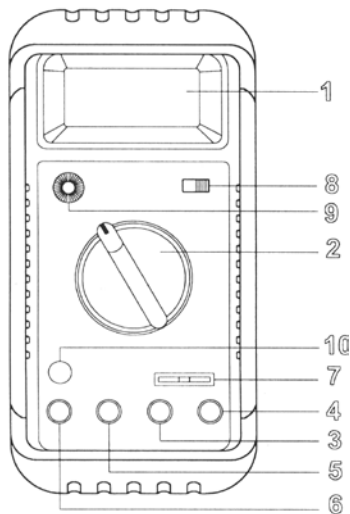

Рис. 5.1 Передняя панель
4. Для обеспечения нормируемой погрешности измерения на пределе измерения «**200 пФ**» рекомендуется использовать гнездо непосредственного подключения конденсаторов (разъем 7 на рис. 5.1.)
На рис. 5.1 показаны органы управления и индикации передней панели: